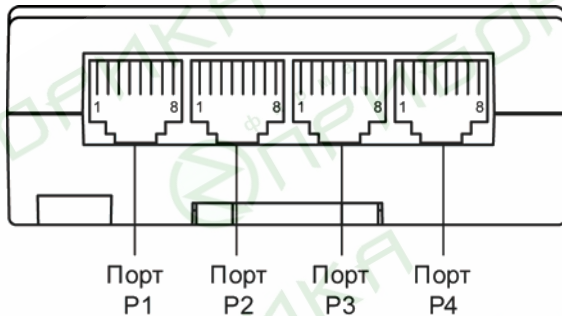

Рисунок 3.3 – Внешний вид нижней панели прибора
- блок DIP-переключателей (рисунок 3.3, а) – четыре DIP-переключателя предназначены для конфигурирования портов P1, P3, P4 прибора и выбора параметров прибора (см. таблицу 3.1);
- разъем питания, предназначенный для подключения к прибору источника питания постоянного тока (рисунок 3.3, б).
- разъем Ethernet, предназначенный для подключения прибора к сети Ethernet 10/100Мбит/с (рисунок 3.3, в), назначение контактов разъема приведено в таблице 3.2.
На нижней панели прибора (рисунок 3.3) расположены четыре соединителя RJ45, предназначенные для подключения к портам P1–P4. Назначение контактов соединителей приведено в таблице 3.3. Нумерация контактов соединителей показана на рисунке 3.3.